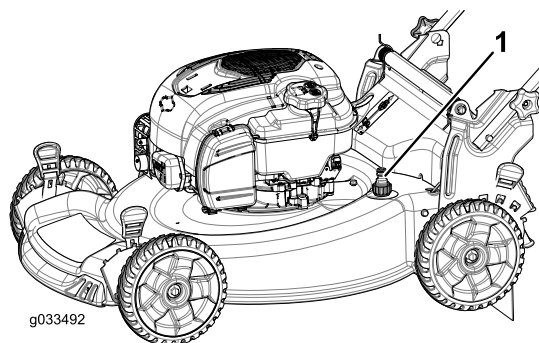

Bild 20
5. Befestigen Sie einen Gartenschlauch, der an einen Wasserhahn angeschlossen ist, am Wasseranschluss (Bild 20).